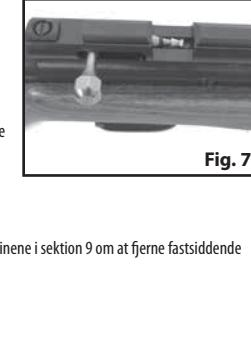

Fig. 7
5. Åbn bolten ved at trække boltenes håndtag hele vejen tilbage (Fig. 7).